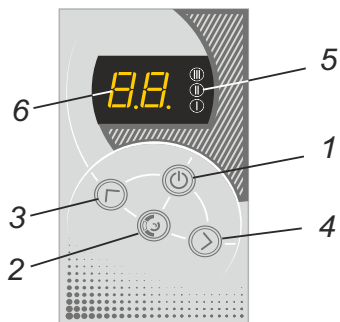

Рисунок 3
- котла (1) в теплоизоляции с входным (2) и выходным (3) патрубками G 1¼ и трубчатыми электронагревателями (ТЭН) (4) с трубками из нержавеющей стали ;
- задней панели (5) с установленными на ней зажимом винтовым (6) для подключения сетевого кабеля и зажимом (7) для защитного проводника PE;
- зажим винтовой для подключения циркуляционного насоса и датчика температуры воздуха (8);
- контактор (9) для аварийного отключения ТЭН (для W-7,5-12);
- блока управления (10) с мембранной клавиатурой и шлейфом (12);
- предохранителя (11) цепи подключения циркуляционного насоса.
4.3 Для управления прибором используется мембранная клавиатура (рисунок 3). Для включения прибора необходимо нажать клавишу включения (1). При этом загорится цифровой индикатор (6), где высветится заданная температура теплоносителя (температура уставки) в режиме моргания. По прошествии 5 секунд индикатор отобразит текущую температуру теплоносителя в режиме постоянного свечения.